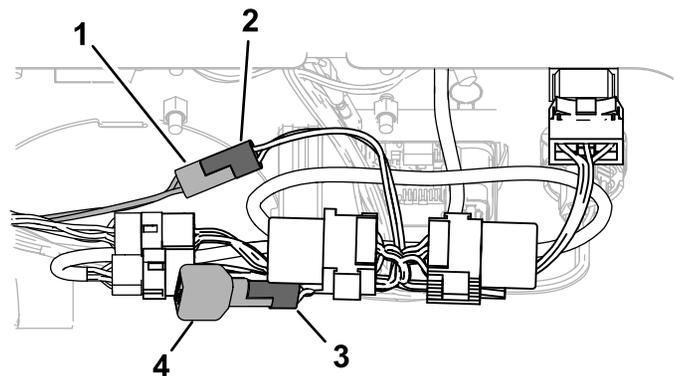

Figure 6
8. Retirez la diode du faisceau de câblage du kit bas débit, branchez le connecteur du faisceau du contrôleur (P03) à ce connecteur, et branchez la diode dans sa douille (P07), comme montré à la Figure 6.